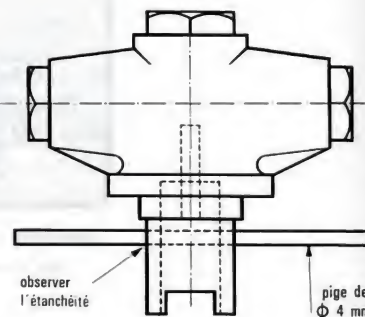

Fig. 4. — Pompe Bosch (poussoir à galet démonté).
- 2° Démonter le poussoir à galet et son ressort. Introduire dans les trous du corps de pompe une tige de $\varnothing 4$ mm (fig. 4).